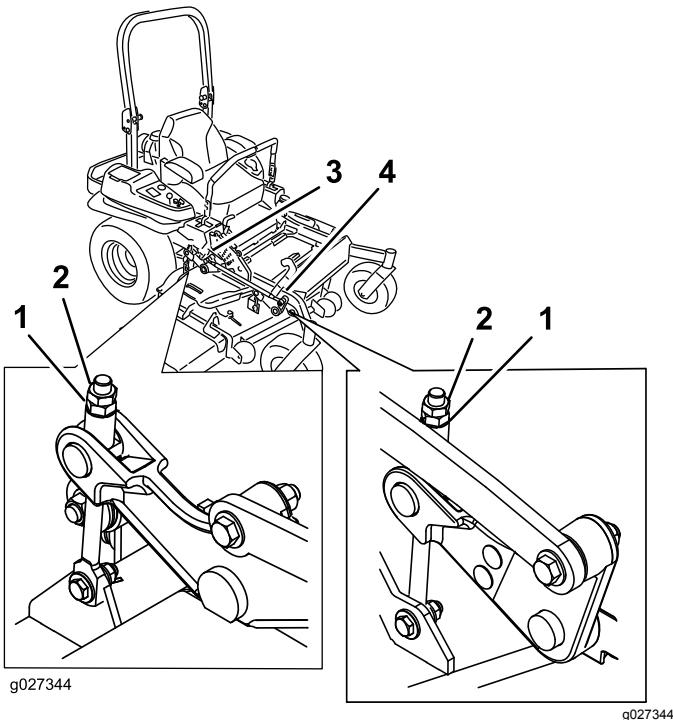

Bild 108
10. Drehen Sie die Einstellmutter am Frontmähwerkshub, um eine genaue Einstellung zu erreichen (Bild 108).
16. Drehen Sie den Einstellschraube, um eine Höhe von 8,3 cm zu erhalten (Bild 108).